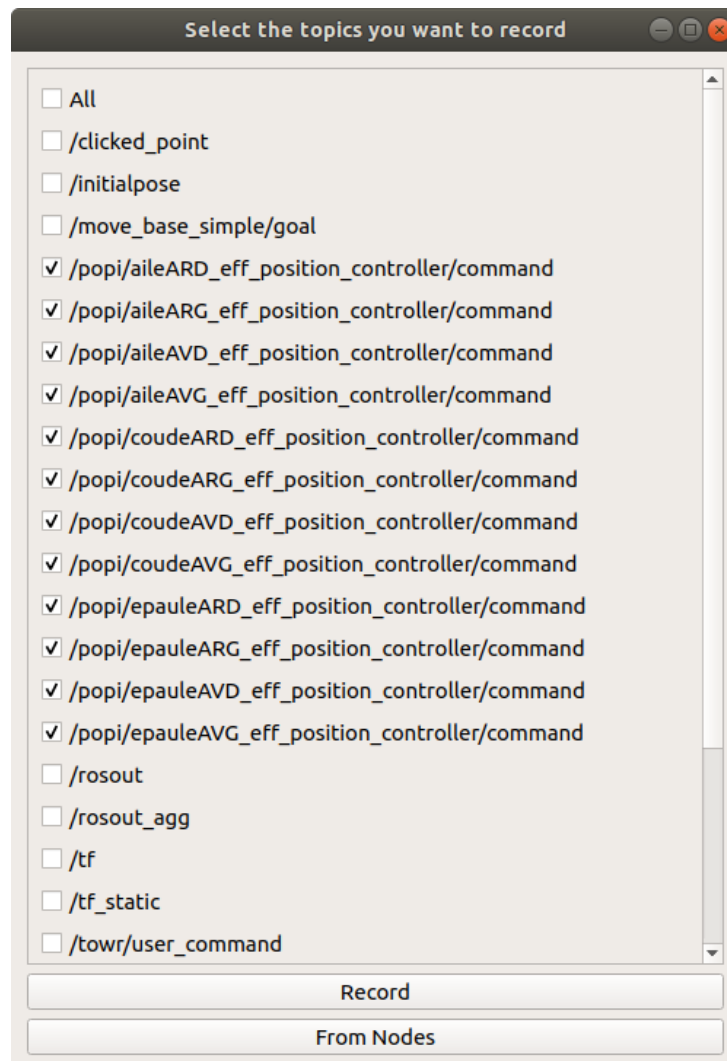

FIGURE 13 : SELECTION DES TOPICS SUR RQT_BAG
2. Pour démarrer l'enregistrement, cliquez sur le cercle rouge situé en haut à gauche de la fenêtre. La nouvelle fenêtre en *Figure 13* apparaît. Comme sur l'image, sélectionnez les 12 topics `/popi/.../command` qu'on souhaite surveiller puis appuyez sur *Record*. Choisissez un nom pour votre fichier (e.g. « *ma_marche* ») et cliquez sur *Save*.